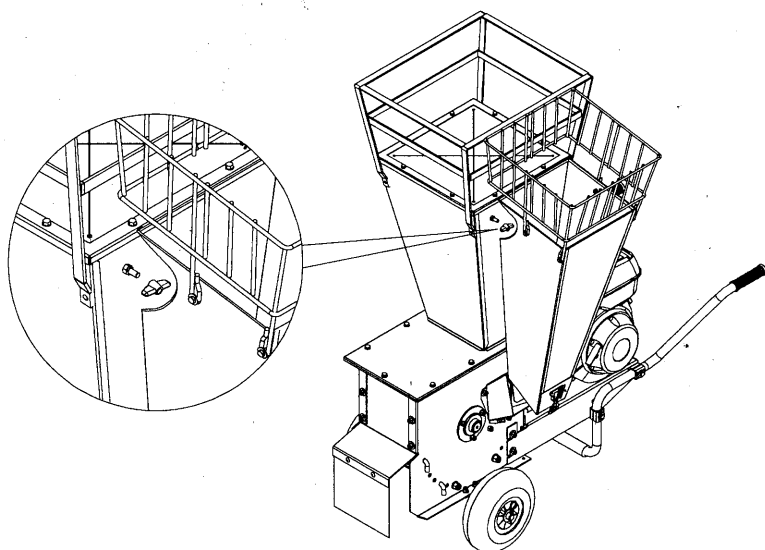

Fig. 11
- plegar la tolva desmenuzadora (fig. 11) inmovilizándola a través de la tuerca de mariposa 1.